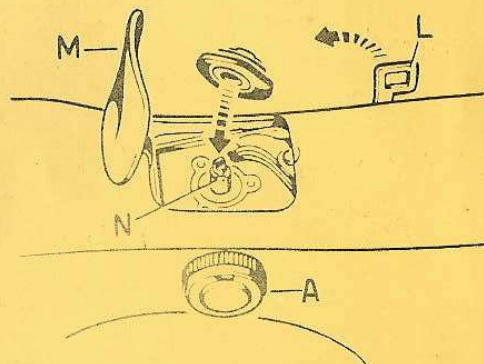

Fig. 63
- Move lever « L » (Fig. 63) to the left.
- Move lever « L » (Fig. 63) to the left, open lid « M » and remove cam group from driver pin.